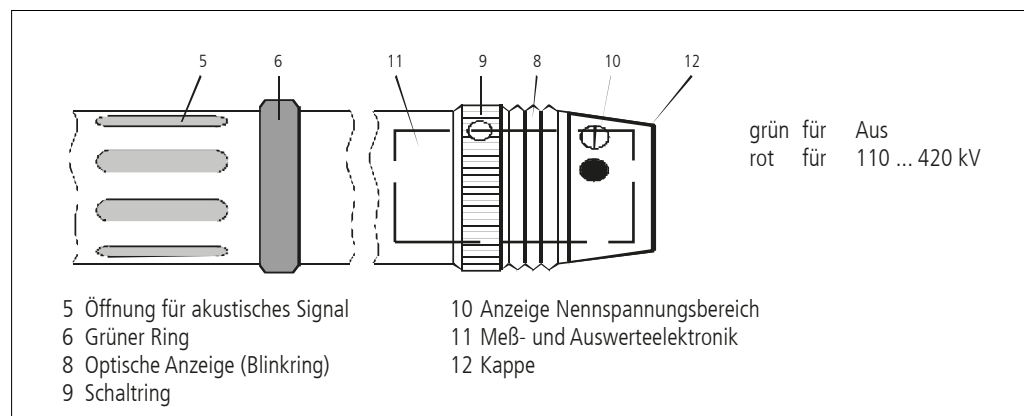

Bild 5: Arbeitskopf mit Anzeigeteil
einen gelben gerändelten Schaltring, an dem durch Drehung das Gerät angeschaltet wird (siehe Bild 5).
- 6.1 Lösen der axialen Senkschraube in der Kappe (Bild 5) und Abnehmen der Kappe